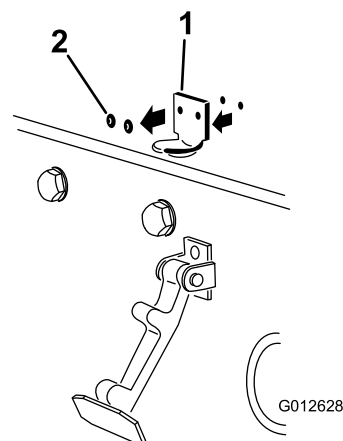

Figura 3
2. Retire los (2) remaches que sujetan el cerradero del capó al capó (Figura 3). Retire el cerradero del capó.